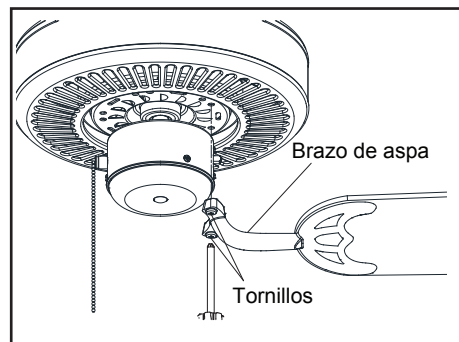

Figura 12
3. Ajusta el ensamblado del aspa al motor insertando el poste de alineación dentro de la ranura de la parte superior del motor y apretando los tornillos correspondientes. Por favor, ten en cuenta que los tornillos del motor están prefijados en los soportes de aspa. (Figura 12)